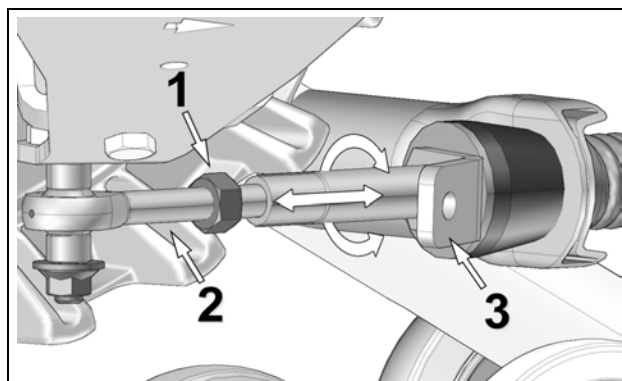

Figure 6
- Desserrer le contre-écrou (1) de l'embout à rotule. Ajuster la longueur de l'embout (2) en tournant le support de limiteur de conduite (3) au bras stabilisateur à l'aide d'une clé jusqu'à l'obtention de l'ajustement de **254 mm** entre la barre plate et le sol. Figure 6.
*NOTE* : Aux systèmes avant, la partie pliée du support de limiteur de conduite (3) doit être positionnée vers l'intérieur du véhicule.